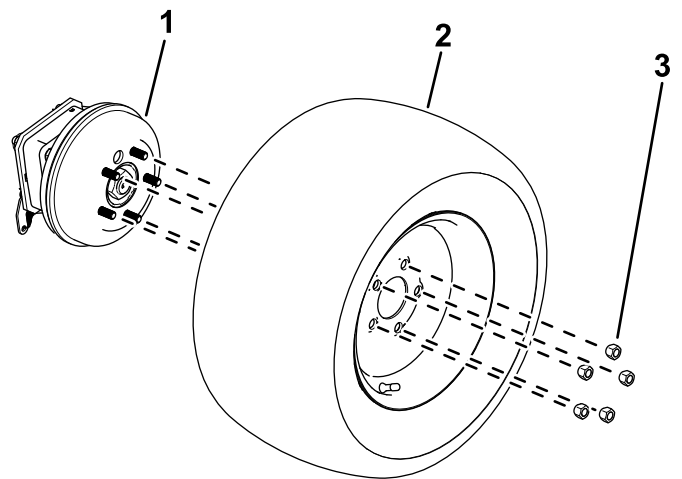

Bild 11
2. Lösen und entfernen Sie die Radmutter (Bild 11).
3. Nehmen Sie Räder von den Radnaben ab (Bild 11).
1. Verwenden Sie die zuvor entfernten Radmutter, um die Räder an der Radnabe zu befestigen (Bild 11).